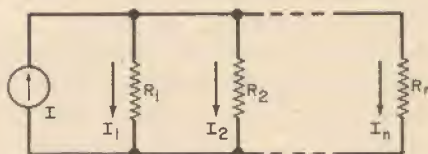

Fig. 19
B) Partitore di corrente - Un esempio di partitore di corrente è riportato nella fig. 19. Poiché i resistori sono collegati
Esempio 18 - Nella fig. 19, supponiamo $n = 2$, $R_1 = 15 \Omega$ e $R_2 = 10 \Omega$, e $I = 10$ A. Trovare le correnti in R_1 e R_2 . Soluzione: $I_1 = R_2 I / (R_1 + R_2) = 10 \times 10 / (15 + 10) = 4$ A. $I_2 = R_1 I / (R_1 + R_2) = 15 \times 10 / (15 + 10) = 6$ A.